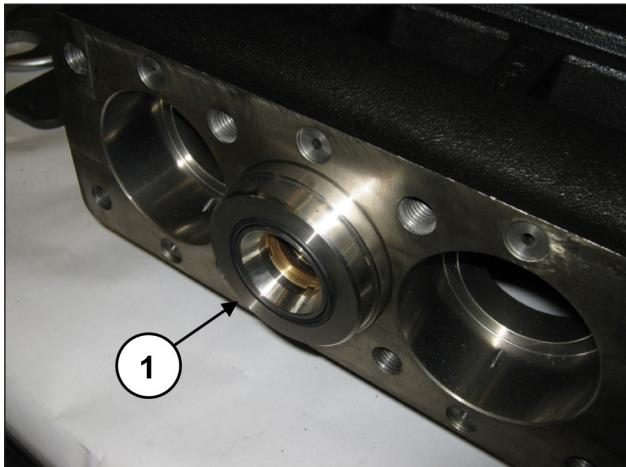

图 171
转动轴，令活塞导承前进，从而使缓冲垫前进时可以弹出密封圈底座和整个活塞组件（位置①，图 171）。